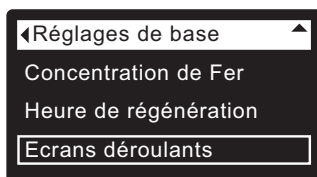

FIG. 55
3. Appuyez sur le sélecteur (O) pour afficher le menu des réglages de base (cf. Figure 55).
7. Pour désactiver un écran, mettez d'abord l'état en encadré; appuyez ensuite sur le sélecteur (O). Le carré noir deviendra un carré blanc. Enfoncer à nouveau le sélecteur (O) rétablit le carré noir et la mise en encadré de l'état sélectionné. Au moins un écran doit être sélectionné/encadré.
8. Au terme de vos sélections, quittez ce menu en appuyant sur le bouton de GAUCHE (◀); l'afficheur revient au menu des réglages de base (cf. Figure 55).